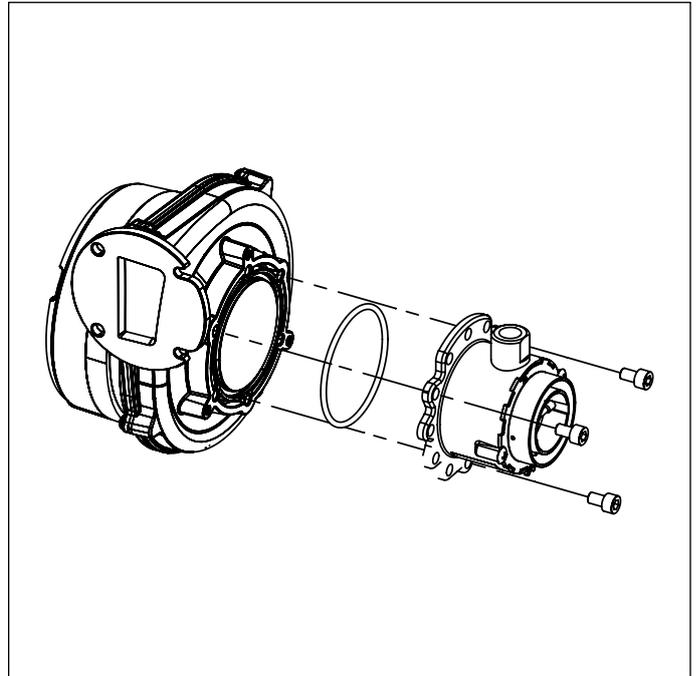

Fig. 41 Miscelatore
- Rimuovere il miscelatore svitando le tre viti a brugola (vedi Fig. 41 Miscelatore).